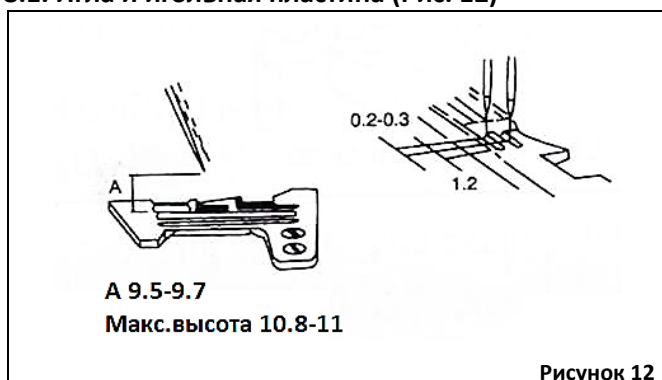

Рисунок 12
8.1. Игла и игольная пластина (Рис. 12)